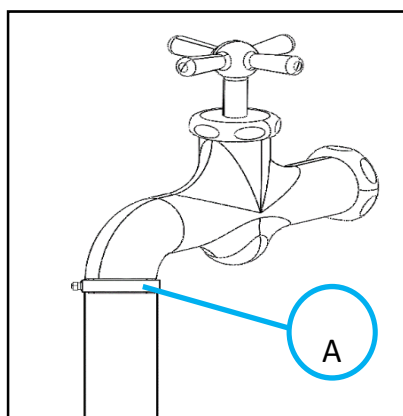

FIGURE 10-9
3. Attachez un tuyau à un robinet en poussant son extrémité en caoutchouc sur le robinet et en serrant le collier de serrage (A) (Fig. 10-9).